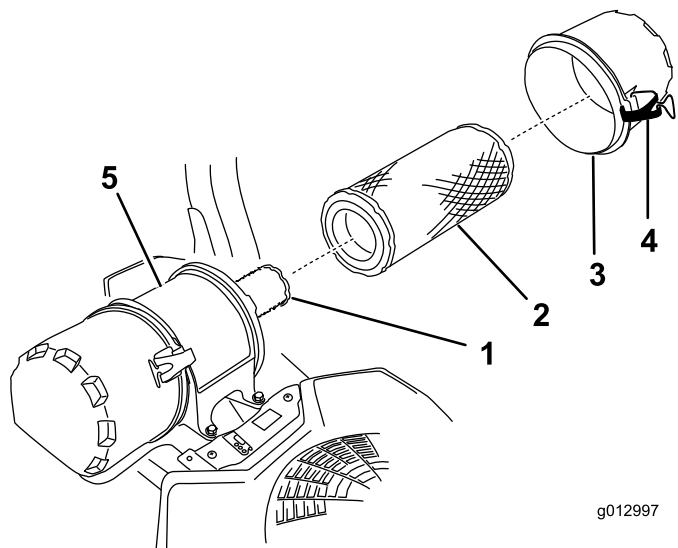

Figure 32
6. Déverrouillez le filtre à air et détachez le couvercle du boîtier du filtre (Figure 32).
- Sortez l'élément externe du boîtier du filtre à air avec précaution (Figure 32).
- Si vous remplacez l'élément interne, insérez-le avec précaution dans le boîtier du filtre (Figure 32).
- Placez ensuite l'élément externe sur l'élément de sécurité avec le même soin (Figure 32).